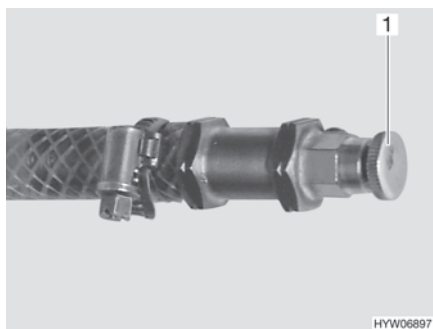

Fig. 185 Soupape de purge pour le chauffage à eau chaude
- Ouvrir la soupape de purge (Fig. 185,1) et la laisser ouverte, jusqu'à ce l'air soit complètement évacué du circuit.